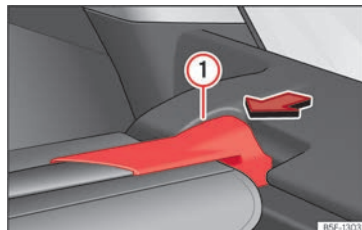

Abb. 193 Im Gepäckraum: Abdeckung ausbauen.
- Drücken Sie die Aufhängung der Abdeckung >>> **(Abb. 193) ①** in Pfeilrichtung.
- Lassen Sie die Aufhängung der Abdeckung >>> **(Abb. 193) ①** auf der anderen Seite in der Aufnahme einrasten.